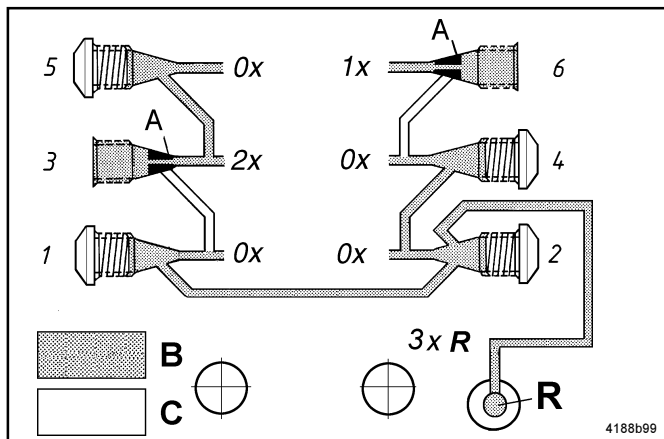

Abb. 4 - Interne Rückführung von Schmierstoff; bei hinten montierten Schmierstoffverteilern
- Dies geschieht automatisch, wenn der **Auslaß 2** mit einer Verschlussschraube verschlossen wird (Abb. 4). Schmierstoffmengen der **geraden und ungeraden Auslässe sind über die Verbindung der Auslässe 1 und 2 zurückführbar**.
- Zum Zurückführen immer bei den Auslässen mit den kleinsten Auslaßnummern beginnen, z. B. 2, 4, 6... oder 1, 3, 5... **plus Auslaß 2**. In Abb. 4 fließen die Mengen der Auslässe 1, 2 und 4 (3xR) in den Behälter zurück.